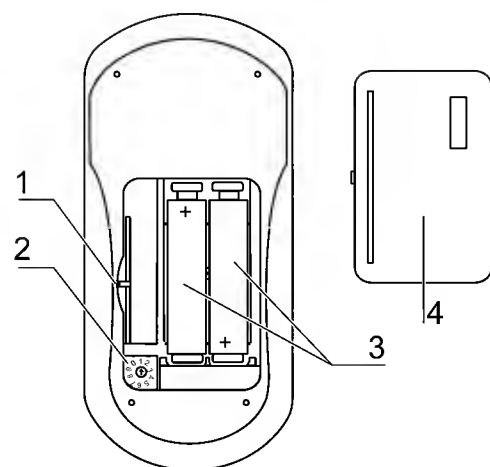

Fig. 12
1. **Fig. 12:** Aprire il coperchio [4] della scatola pile sulla parte inferiore del telecomando. Il coperchio è solo inserito e può essere tolto infilando un oggetto a punta nella tacca [1].